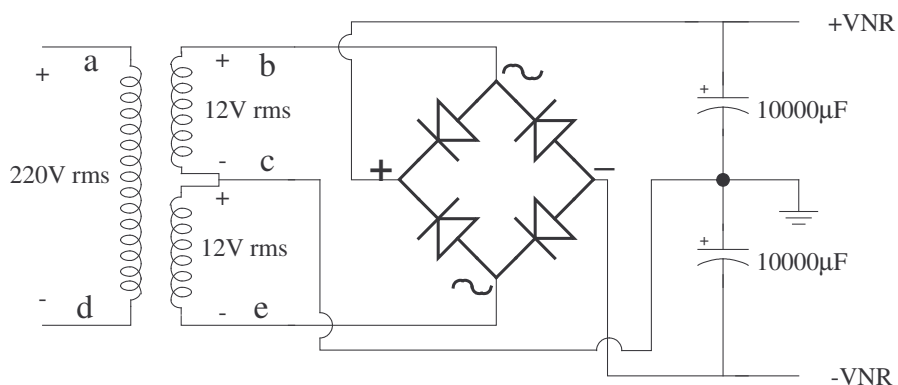

Figura 4.
Aquesta segona part consisteix en el muntatge d'una font no regulada amb capacitat de donar un corrent més elevat, basada en un pont de diodes i dos condensadors d'alta capacitat per la funció de filtrat. El muntatge es pot veure a la Figura 4.
**2.-** Munteu la font d'alimentació de la Figura 4, connectant entre +VNR i terra una resistència de càrrega  $R_L$  de  $45\ \Omega$  (utilitzau la placa amb resistències de potència que vos deixarà el professor). Feis el mateix per la sortida negativa -VNR.